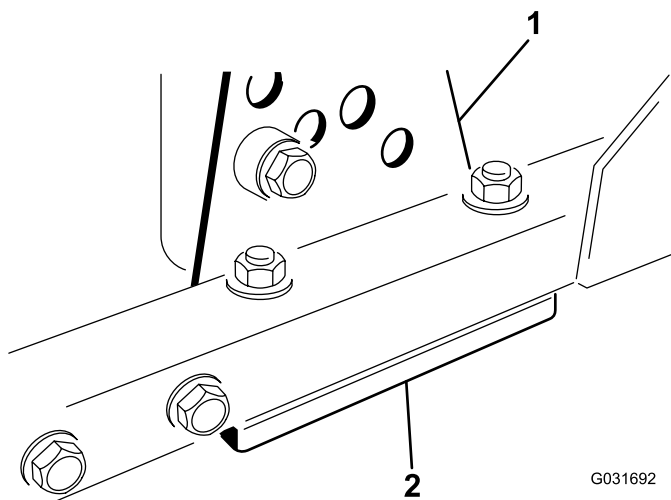

Рисунок 64
1. Снимите кронштейн высоты скашивания (передний, левый или правый) с рамы деки (Рисунок 64).
2. Установите регулировочные прокладки толщиной 1,5 мм и/или 0,7 мм между рамой деки и кронштейном, чтобы получить необходимую регулировку высоты (Рисунок 64).